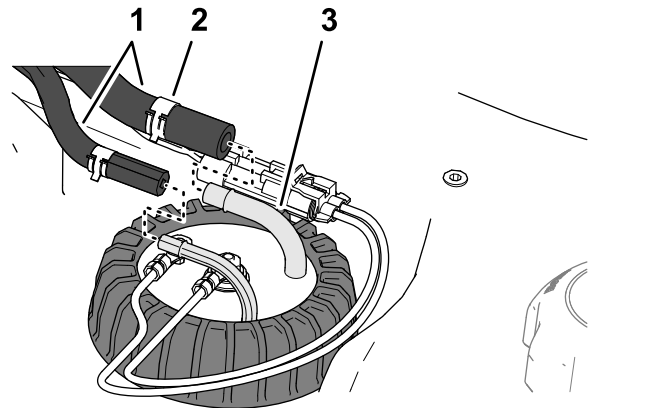

Figura 128
5. Montați furtunul pe fittingurile transmițătorului pentru combustibil i fixați furtunurile de fittinguri cu ajutorul clemelor (Figura 128).